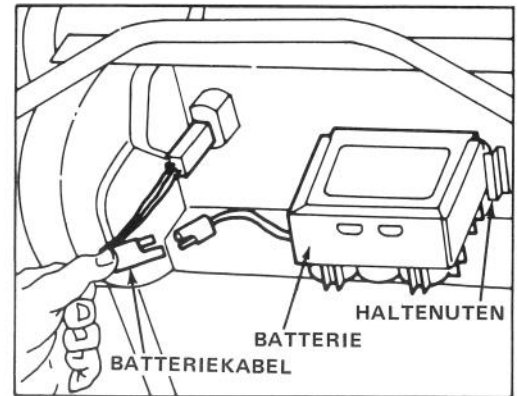

Bild 22
1. Motor abstellen und Kabelbaum von der Batterieklemme trennen (Bild 22).